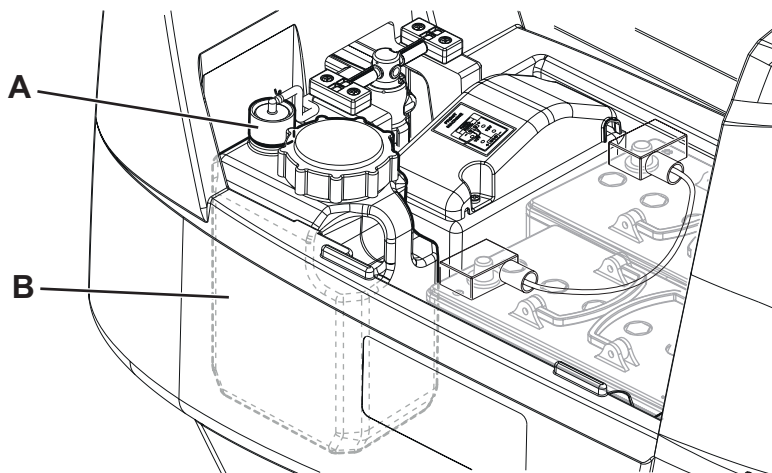

Figure 14
2. S'assurer que la machine est éteinte avec la clé opérateur (41) retirée.
3. Ouvrir le couvercle (34) et vérifier si le réservoir de l'eau de récupération (33) est vide. Dans le cas contraire, le vider au moyen du tuyau de vidange (12).
4. Fermer le couvercle (19).
5. Saisir la poignée (16) et soulever le réservoir (33) avec soin.
6. Dévisser le bouchon (A, Fig. 14) à du réservoir de détergent (B).
9. Remplacer le réservoir de détergent (B) dans son compartiment comme indiqué sur la figure et remplacer le bouchon (A).